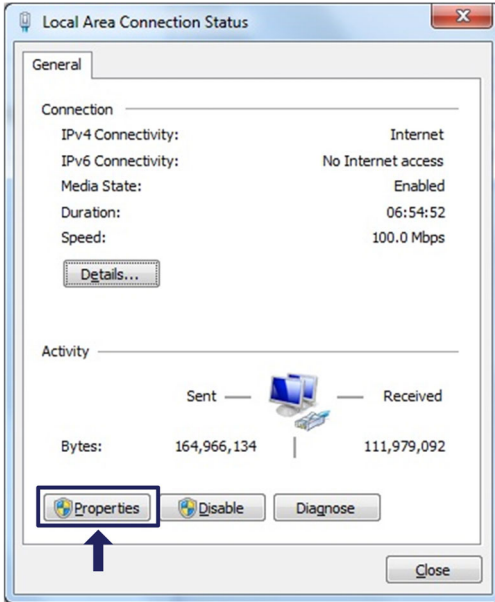

Fig. 3.7 Propriétés du réseau
- Sélectionnez la connexion LAN. La fenêtre illustrée sur la Fig. 3.7 apparaît. Cliquez sur **Propriétés** (Propriétés).